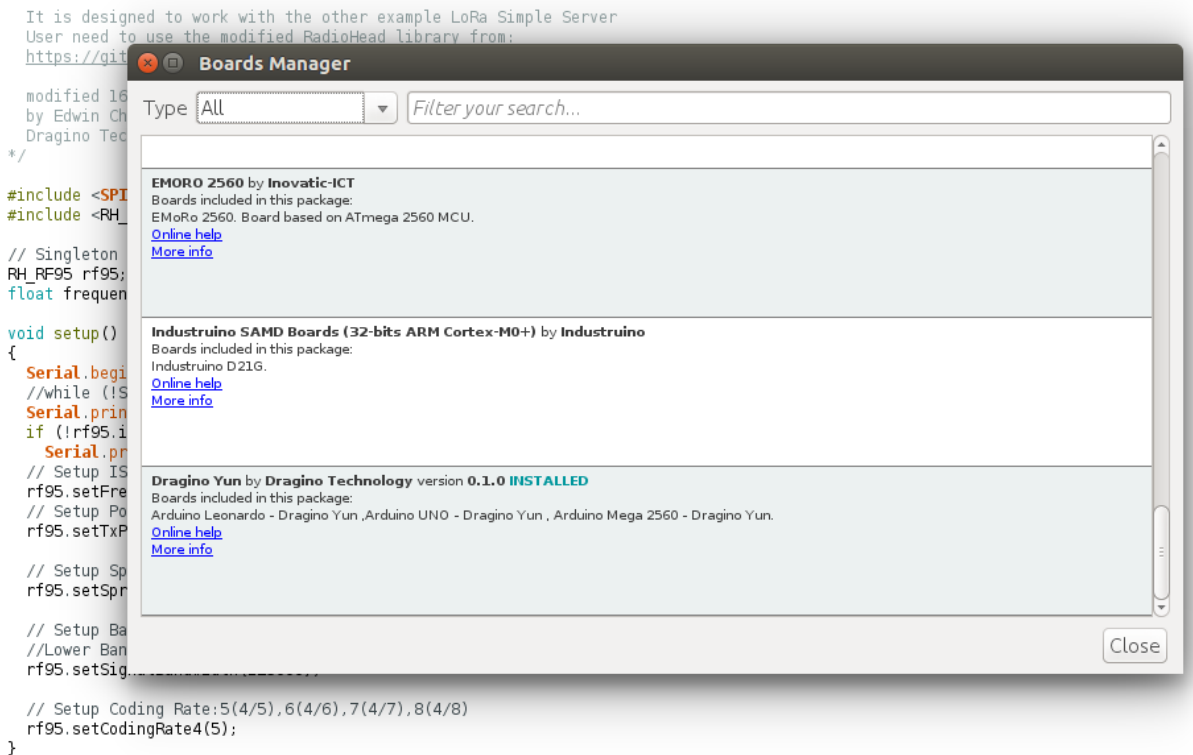

Figure 5 : Installation de la carte Dragino.
3. Aller dans **Tools --> Board --> Boards Manager**, chercher la carte Dragino et l'installer (Fig. 5).